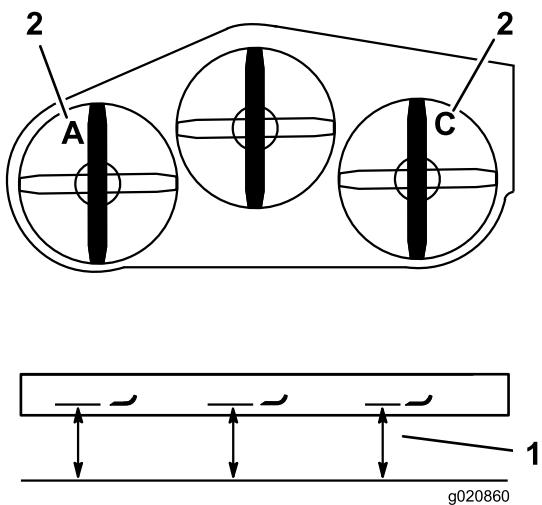

Figura 86
3. Mida la cuchilla izquierda en la posición **A** desde una superficie nivelada hasta el filo de corte de la punta de la cuchilla, y anote esta medida (Figura 86).
4. Mida la cuchilla derecha en la posición **C** desde una superficie nivelada hasta el filo de corte de la punta de la cuchilla, y anote esta medida (Figura 86).
3. Mida la cuchilla derecha en la posición C, desde una superficie nivelada hasta el filo de corte de la punta de la cuchilla, y anote esta medida (Figura 86).